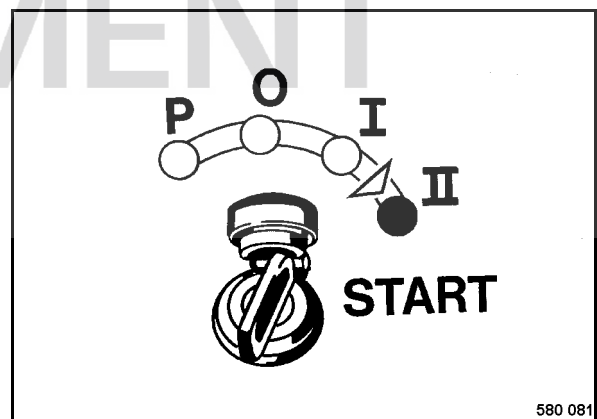

fig. 39
- Tourner la clé de contact sur position "II" (fig. 39) ; le démarreur vire le moteur.